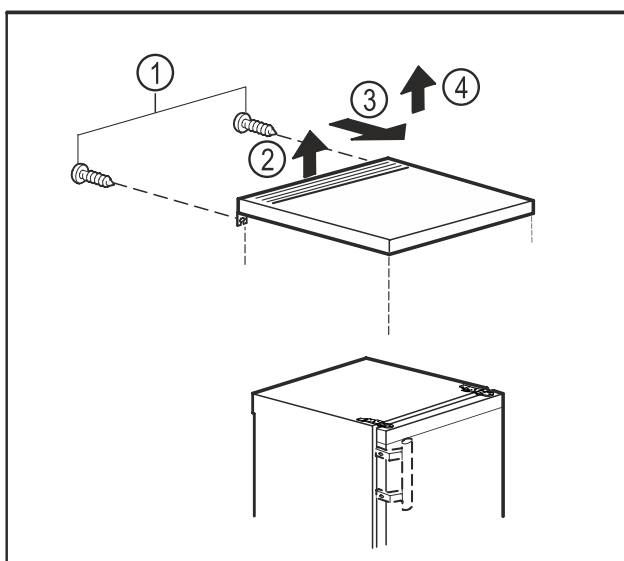

Fig. 6
- ▶ Odstranite vijake na zadnji strani. Fig. 6 (1)
- ▶ Od zadaj dvignite mizno ploščo. Fig. 6 (2)
- ▶ Mizno ploščo potisnite naprej. Fig. 6 (3)
- ▶ Mizno ploščo dvignite stran navzgor. Fig. 6 (4)